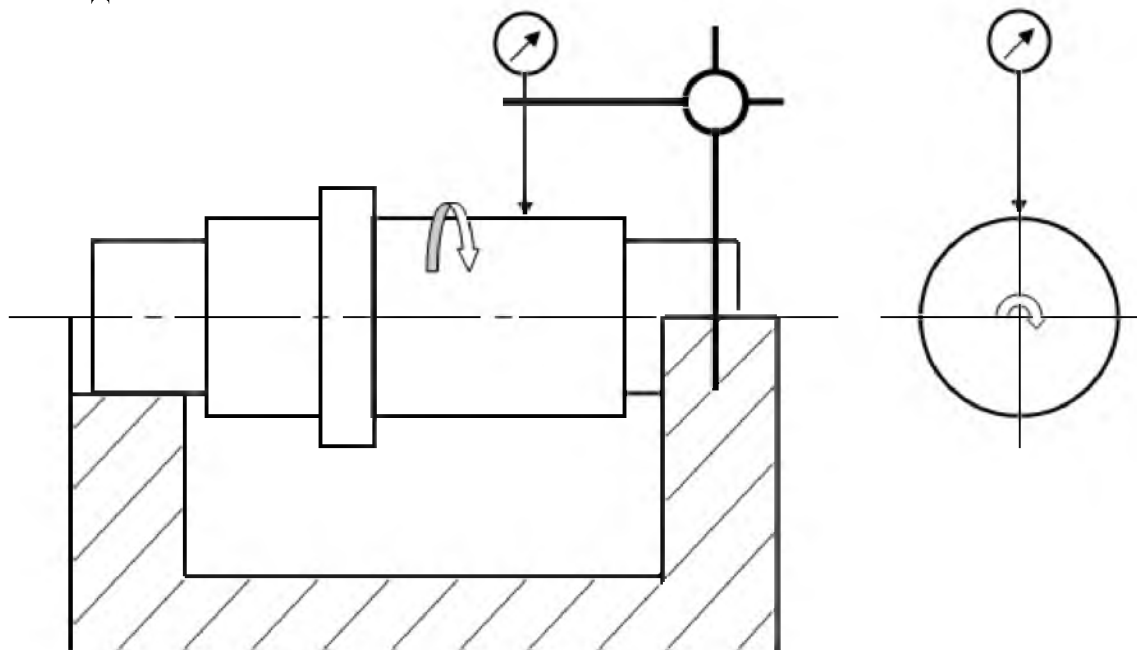

Рис. 1. Схема измерения радиального биения вала
- положить валик опорными участками в пазы призмы. Собрать штатив, установить его на скобе (необходимо обеспечить беззазорность конструкции) и закрепить на нем индикатор часового типа так, чтобы щуп располагался вертикально в радиальном направлении (рис. 1),